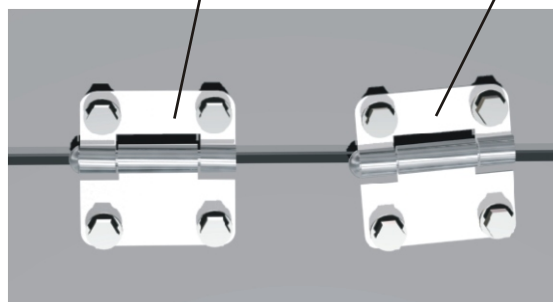

Рис. 9.2. Установка внутренней петли
5) Далее приступаем к креплению панелей между собой. Для этого выравниваем оси внутренних петель, верхних и боковых кронштейнов параллельно относительно стыка панелей, предварительно ослабив гаечным ключом их крепление к панелям. Если оси петель установлены не горизонтально (Рис. 9.2.), то они будут испытывать **повышенные нагрузки** во время работы ворот и в результате этого существует вероятность их поломки. После выравнивания осей закрепляем верхние петли и боковые опоры. Далее в верхней панели (относительно стыка) в местах крепления петель сверлим отверстия под крепеж (диаметр отверстия 4 мм) и саморезами крепим опоры роликов и петли.